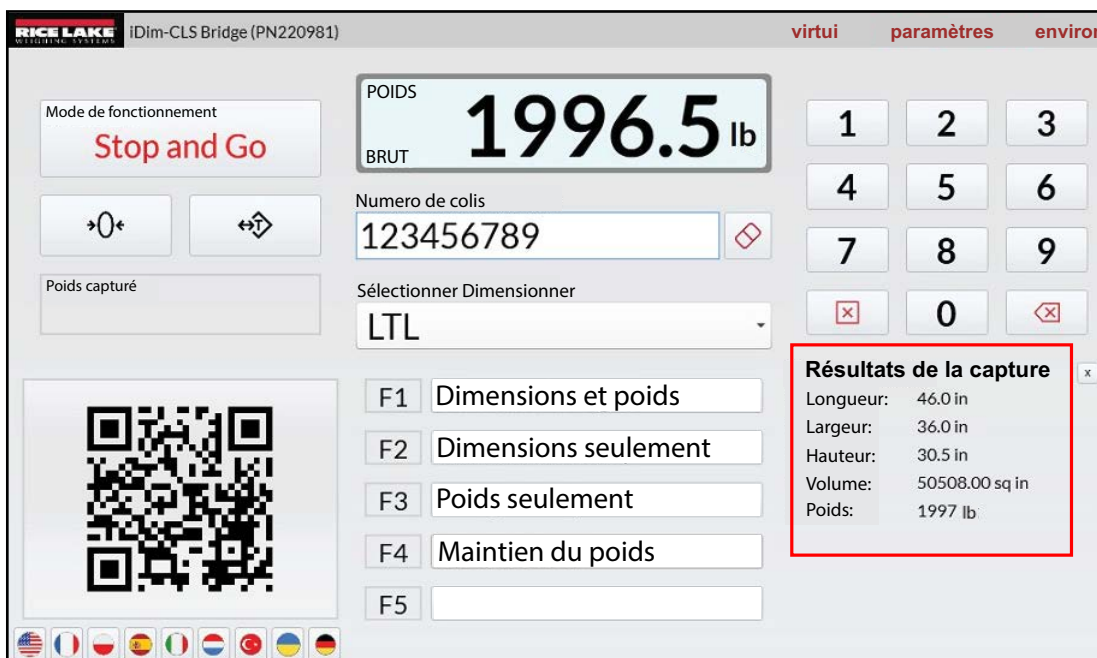

Figure 5-4. Résultats de pesage sous forme de données numériques
- **As Text (Sous forme de texte)** : Affiche les résultats de poids sous forme de données numériques (reportez-vous à la Section Figure 5-4., page 16)